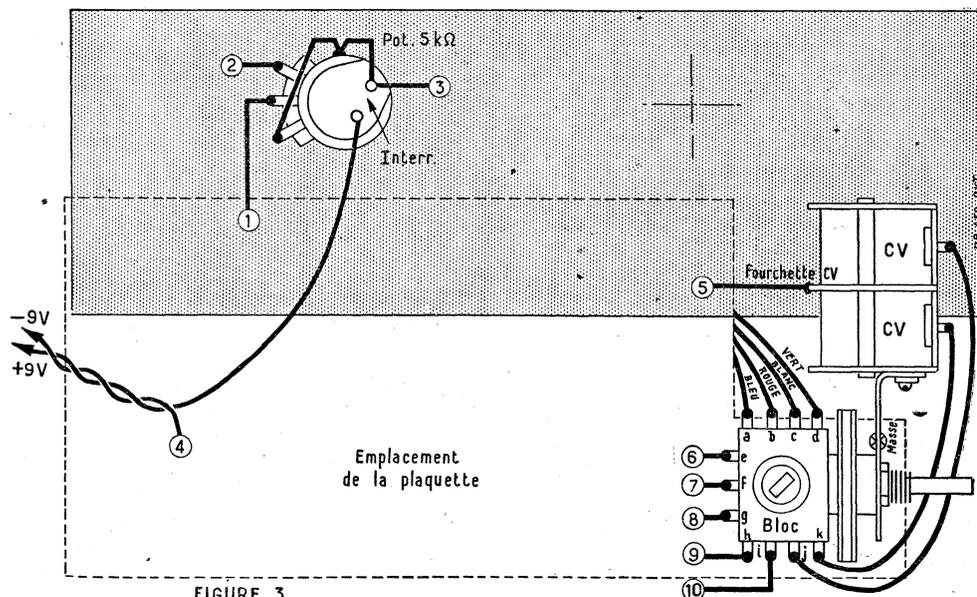

FIGURE 3
**Liaison de la platine avec le reste du montage (fig. 3 et 4).**
La platine doit être fixée sur un panneau avant à l'aide d'équerres. Auparavant il faut monter sur ce panneau le condensateur variable et le potentiomètre de 5.000 Ω. Le bloc de bobinages est fixé par une équerre sur la face arrière du CV comme le montre la figure 3.